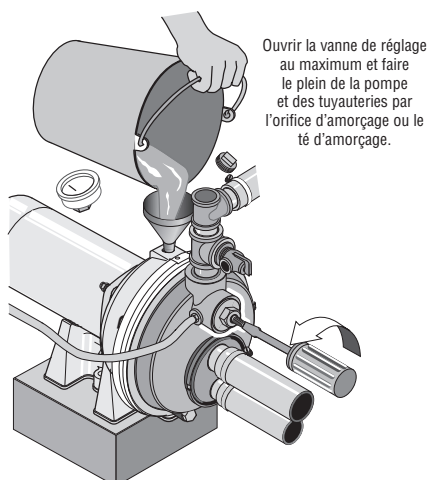

Figure 18 - Remplissage de la pompe
1. Ouvrir au maximum la vanne de réglage (voir la Figure 18), déposer le bouchon d'amarçage de la pompe, puis faire le plein de la pompe, de toutes les tuyauteries entre la pompe et le puits et s'assurer que toutes les tuyauteries du puits sont pleines d'eau. Si un té d'amarçage a été posé sur le tuyau d'aspiration, déposer le bouchon du té et faire le plein de la tuyauterie d'aspiration.